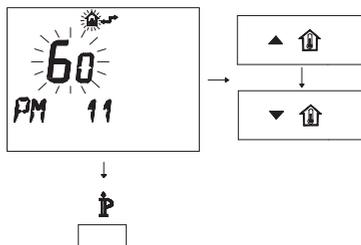

Figura 5.58
- Per modificare il SET programmato agire sui pulsanti o e aspettare che il numero programmato cominci a lampeggiare (Figura 5.58). Ogni passo incre-